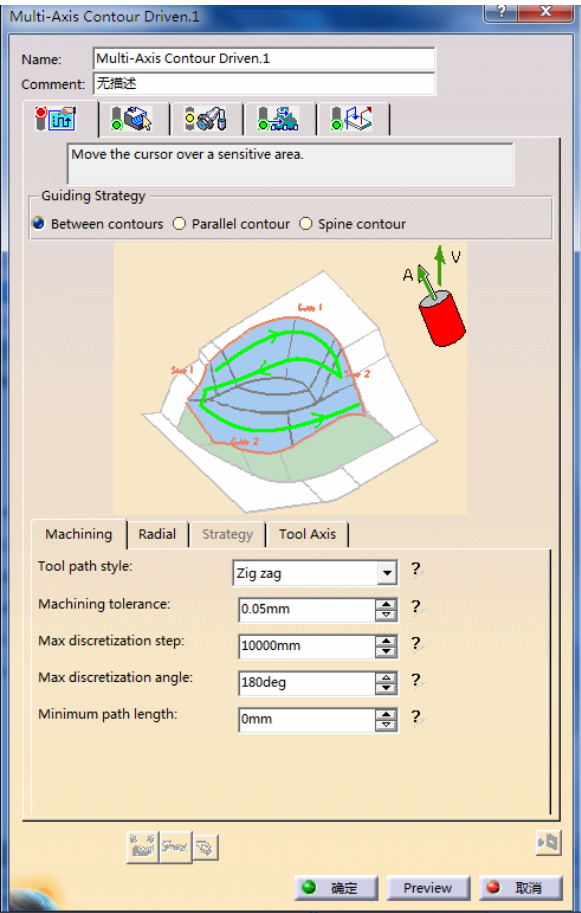

图 5-45 “Machining” 选项卡（3）
- 在 “Machining” 选项卡 (3) 的 “Tool path style” 下拉列表中选择 “Zig-zag” 选项, 在 “Machine tolerance” 文本框中输入 “0.05mm”, 如图 5-45 所示。